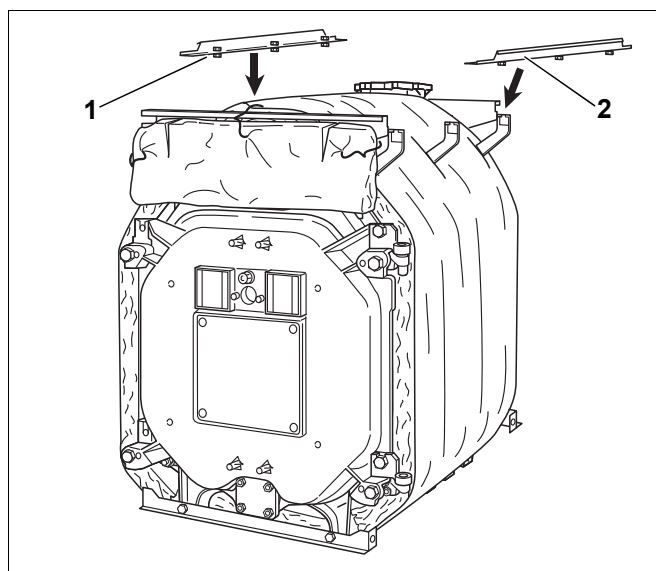

Рис. 45 Установка продольных планок
- ▶ Продольные планки (рис. 45, [1] и [2]) вместе с предварительно установленными на них болтами вставьте в выемки кронштейнов, как это уже описывалось выше, и затяните болты.